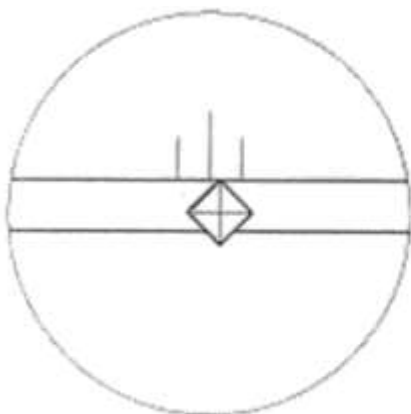

Рис. 30
4) Поверните микрометр на  $90^\circ$  и повторите шаги 1-2, см. рис.30,31